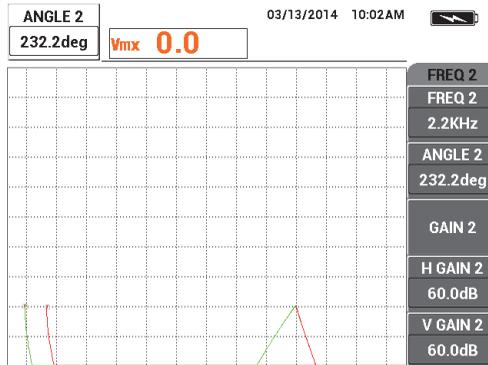

Figura 5-119 Ajuste del valor del ángulo 2 (ANGLE 2)
6. Mientras mantiene la sonda, pulse nuevamente la tecla ANGLE () y, después, ajuste el parámetro **ANGLE 2** hasta que esté lo más horizontal posible. Vea la Figura 5-119 en la página 231.